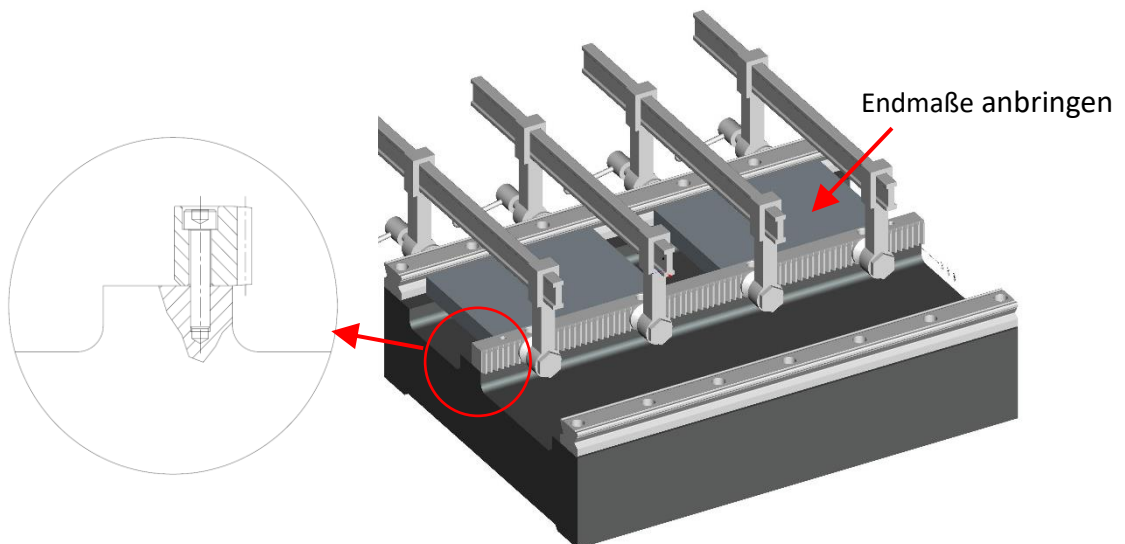

Abb. 2
- 1.13 Für eine Installation wie in Abb. 2 gezeigt, oder um 2 Ritzel auf der gleichen Zahnstange wie in Abb. 3 zu montieren, wird dringend die Verwendung einer Zahnstange der APEX Quality 5+ empfohlen, wobei Positionierstifte angebracht werden sollten.
Die Positionierstifte werden jedoch bei der Installation ohne Ausrichtungsfläche benötigt, wie in Abb. 2 dargestellt. Q5H/Q8H